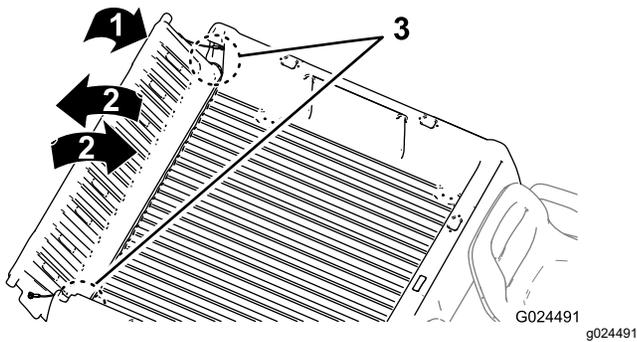

Figura 15
2. Ruotate la sponda posteriore in posizione di circa 45° (**Figura 15**).
3. Agitate con un movimento rapido per ruotare la sponda posteriore avanti e indietro più volte (Figura 15).